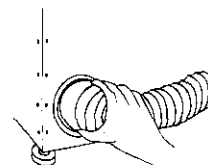

Fig. 3
- Introduire l'adaptateur dans la sortie souhaitée du sèche-linge (Fig. 3)
- Plaats het tussenstuk in de gewenste uitlaat van de droger (Fig. 3)
- Introducir el adaptador en la salida de la secadora (Fig. 3).
- Den Adapter in den gewünschten Austritt des Wäschetrockners einführen. (Siehe Abb. 3)
- Fit the adaptor into the dryer outlet required. (Figure 3)
- Inserire l'adattatore sull'uscita richiesta dell'asciugatrice (Fig. 3)